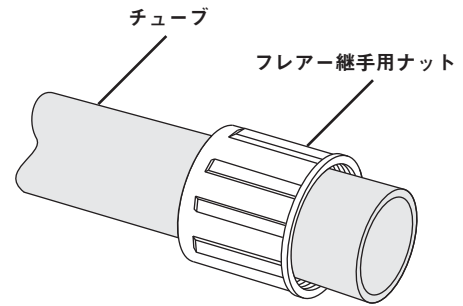

図 1
4. フレアー加工するチューブにフレアー継手用ナットを通します。(図 1 参照)